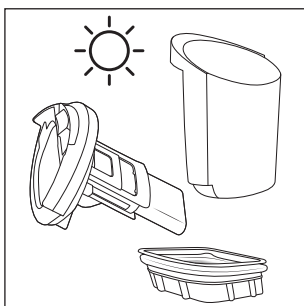

Fig. 27
- ♦ Fare asciugare completamente il filtro anti sporco **10**, il contenitore dell'acqua sporca **2** e il coperchio del contenitore dell'acqua sporca **9** (vedere fig. 27).